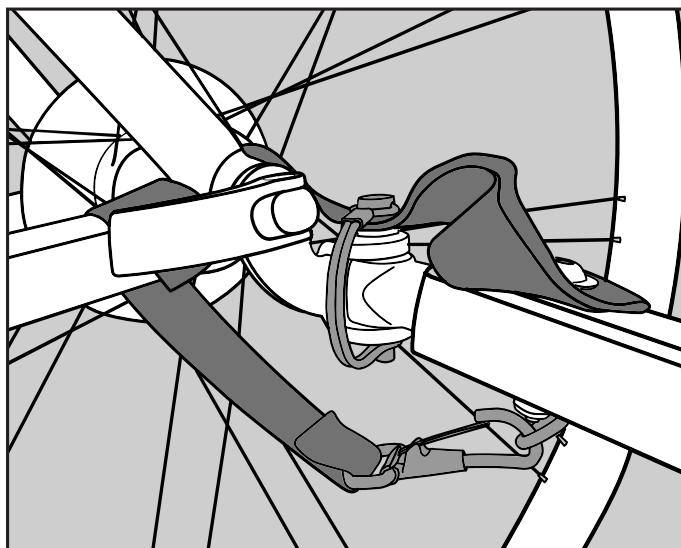

Figure 12
2. **Hooking the tow bar to the hitch:** Insert flex connector in between the two holes on the hitch. Insert lock pin and close retainer. Wrap safety strap around the frame of the bike twice and latch to the D-ring on the tow bar (Figure 12).
2. **Ankoppeln der Zugstange an der Anhängerkupplung:** Stecken Sie das flexible Verbindungsstück zwischen die beiden Löcher der Anhängerkupplung. Stecken Sie den Sicherungsstift hinein und schließen Sie die Arretierung. Wickeln Sie den Sicherheitsriemen zweimal um den Fahrradrahmen und befestigen Sie ihn an der Öse an der Zugstange (Abbildung 12).
2. **Accrochage de la barre de remorque à l'attelage :** Insérez le raccord souple entre les deux trous sur l'attelage. Insérez la goupille de sécurité et fermez le dispositif de retenue. Enroulez la sangle de sécurité autour du cadre du vélo deux fois et accrochez-la à l'anneau d'arrimage sur la barre de remorque (Figure 12).